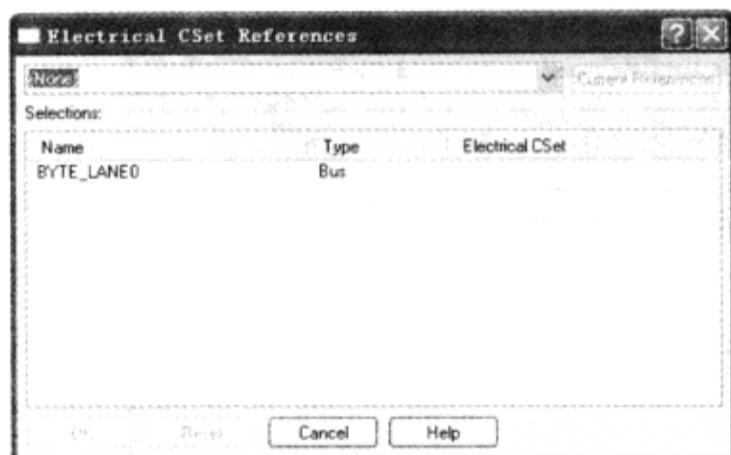

图 3-10-64 “Electrical CSet References”对话框
(13) 单击“BYTE\_LANE0”前的“-”号，不显示与总线有关网络。
(14) 用鼠标右键单击靠近总线“BYTE\_LANE0”→从弹出菜单中选择“Constraint Set References”→弹出“Electrical CSet References”对话框，如图 3-10-64 所示。